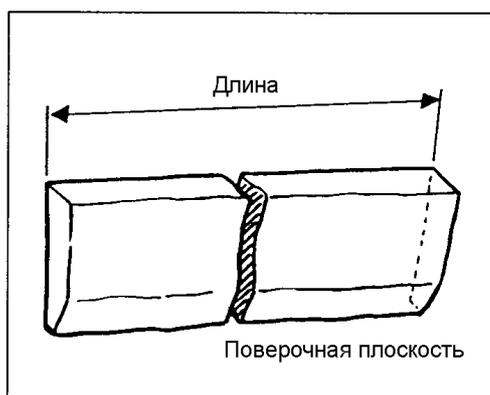

Рис. 5.
- (5) Поверочная линейка используется в основном для измерения прогиба вала (рис. 5.).